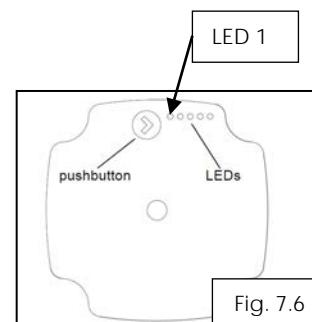

Fig. 7.6
- prin apasarea scurta pe tasta pompei (1) se vizualizeaza modul curent de functionare;
- pentru a selecta alt mod de functionare se tine apasat timp de 10 sec pe tasta (1) (fig. 7.6), dupa care se apasa scurt tasta (1) si se selecteaza modul dorit (vezi tab. 7.2);
- salvarea modului de functionare se face automat dupa eliberarea tastei (1), ultimul mod va fi salvat.